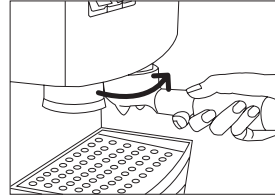

Fig. 3
- A continuación ponga el portafiltros (11) en la cafetera.
- Asegúrese que el portafiltros está bien cerrado, empujando el mango de izquierda a derecha fuertemente, de lo contrario puede gotear.(Fig.3)